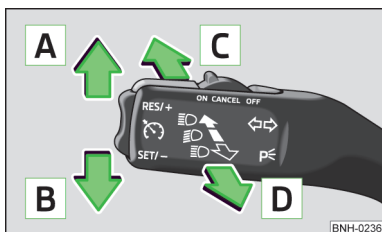

Abb. 22
- Den Blinkerhebel » Abb. 22 auf Seite 41 zum Lenkrad ziehen und gleichzeitig nach unten schieben und in dieser Stellung halten.
- Den Blinkerhebel » Abb. 22 auf Seite 41 zum Lenkrad ziehen und gleichzeitig nach oben schieben und in dieser Stellung halten.
**Bedienungshebelstellungen** » Abb. 22
- Den Bedienungshebel in Stellung **A** bzw. **B** bis zum Anschlag stellen » Abb. 22 auf Seite 41 - das Standlicht auf der rechten bzw. linken Fahrzeugseite wird eingeschaltet.